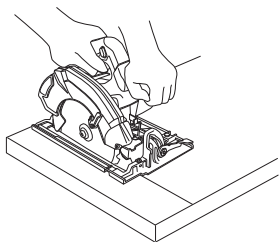
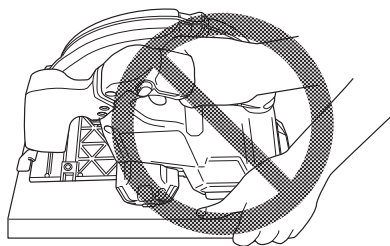

图 2
图 3
4. 将锯座的大部分放在工件有坚固支撑的部分，而非锯割后将会掉落的部分。例如，图 2 所示为锯割木板末端的方法，图 3 为错误方法。如果工件过于短小，请将其固定。请勿手握较短的部分！